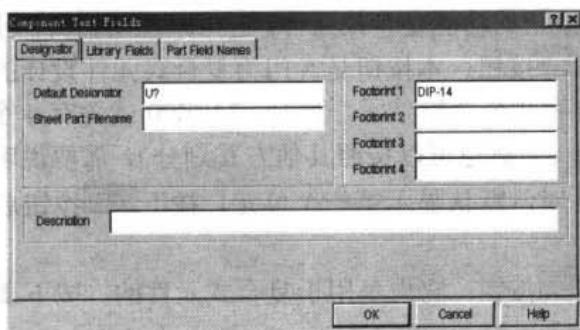

图 5-8 Component Text Fields（元件文字描述）对话框
- Description 按钮：本按钮的功能是编辑组内选择元件的描述。本按钮与菜单命令 Tools|Description 的功能相同。选中准备编辑的元件并用鼠标左键单击此按钮后，将出现如图 5-8 所示的 Component Text Fields（元件文字描述）对话框。
Designator 选项卡：如图 5-8 所示，本选项卡的作用是编辑元件的一般属性，如默认编号、功能说明、封装形式等。